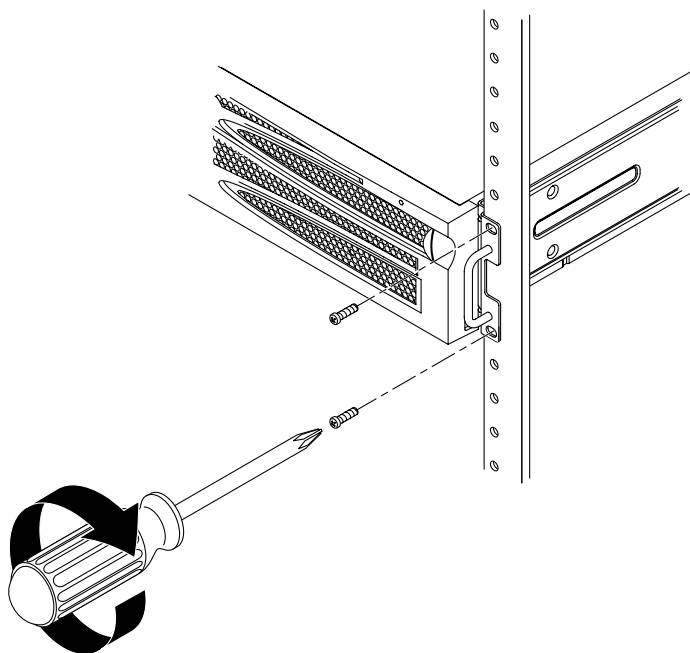

图 3-13 将系统前端固定到机架上
15. 在机架两侧各用两颗螺钉，将服务器两侧的固定式安装托架的前端固定到机架前端（图 3-13）。